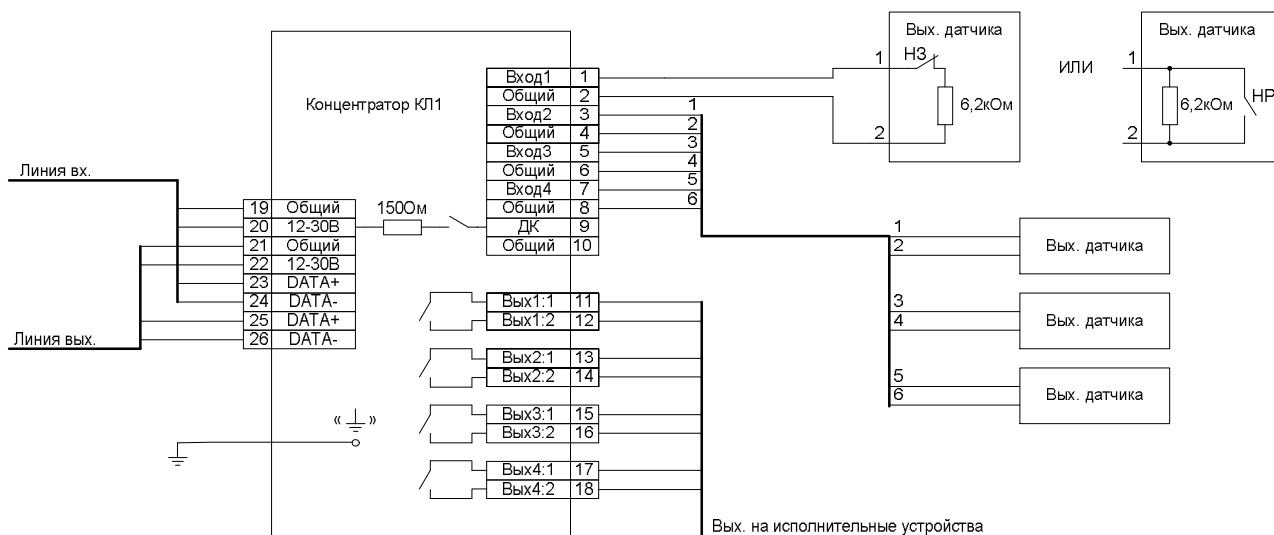

Рисунок 2.3. Схема подключения концентратора КЛ-1.
1.4.7. Концентратор линейный КЛ-1 предназначен для контроля состояния 4-х датчиков имеющих выход в виде сухих контактов реле с контрольным резистором 6,2кОм и управления 4-я исполнительными устройствами. Управление исполнительными устройствами осуществляется с помощью сухих контактов реле. При возникновении тревожного состояния на любом из входов на соответствующем выходе (1-й вход – 1-й выход и т.д., см. рисунок 2.3) появляется сигнал тревоги в виде замыкания контактов реле на время 5 секунд. В дежурном состоянии контакты реле разомкнуты.
При получении концентратором с РИФ-485 БО команды ДК на выход ДК (контакт 9, рисунок 2.3) через резистор 150 Ом подается напряжение питания на время 0,6с. После этого концентратор в течении 15с ожидает появления сигнала тревоги на всех задействованных входах. Если сигнал тревоги появился, на всех задействованных входах на БО отображается дежурный режим, если сигнал тревоги не появился хотя бы на одном входе - на БО отображается неисправность.